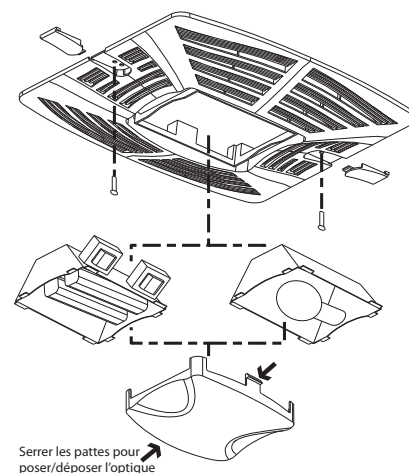

Figure 1 — Pose de la grille
4. Enfiler les couvre-vis au-dessus des vis de fixation. Voir la Figure 1.
6. Encliqueter l'optique en place en poussant sur ses bords extérieurs, voir Figure 1.